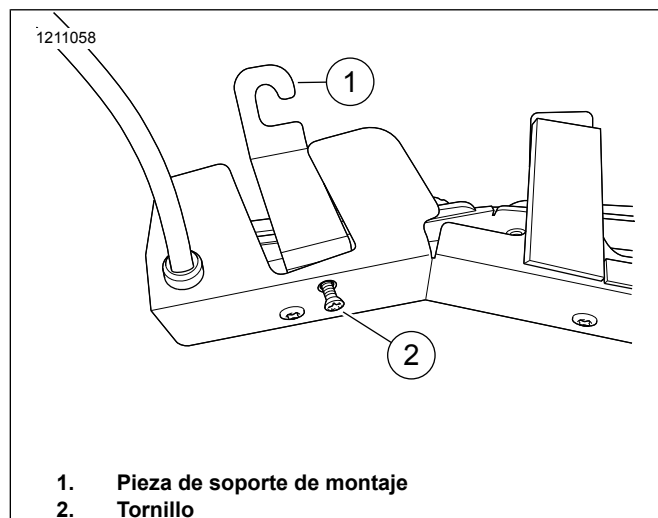

Figura 5. Pieza de soporte y tornillo
4. Consulte la Figura 5. Coloque la pieza de soporte de montaje (1) en la abertura con el ángulo de la pieza de soporte hacia arriba.